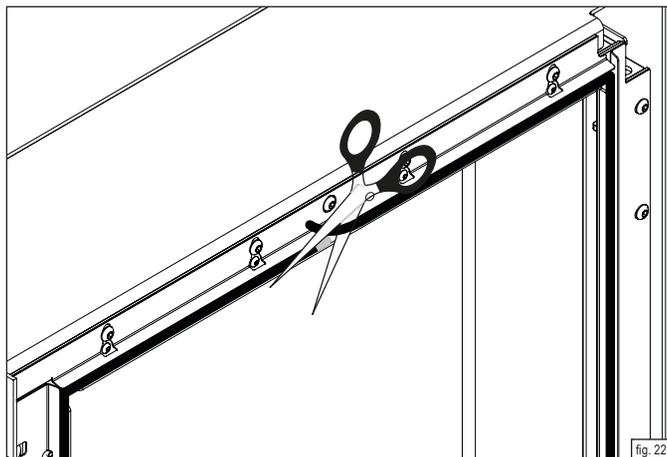

fig. 22
- ▶ Iniziare a collocare la guarnizione dal centro della guida, nell'area superiore dello sportello della camera di combustione. Premere omogeneamente la guarnizione nella guida (fig. 21). Far sporgere leggermente l'estremità e tagliare la guarnizione in modo che collida (fig. 22).